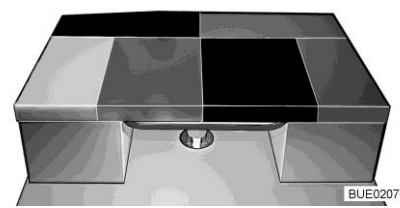

Fig. 159 Dopo la trasformazione
- Posizionare il cuscino aggiuntivo sul tavolo (vedi Fig. 159).